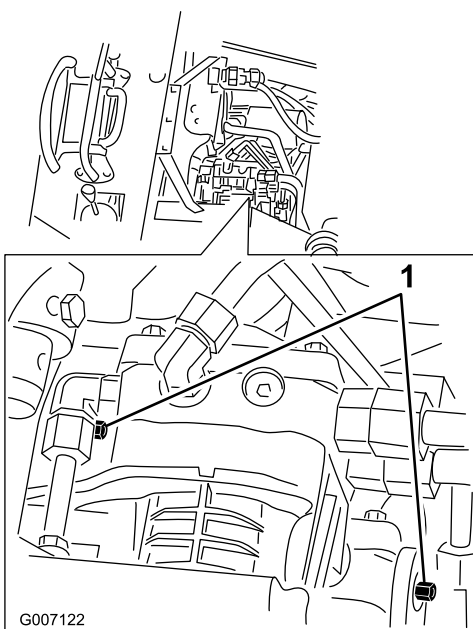

Figura 28
3. Usando una llave inglesa, gire las válvulas de remolcado de las bombas hidráulicas dos vueltas en el sentido contrario a las agujas del reloj (Figura 28).